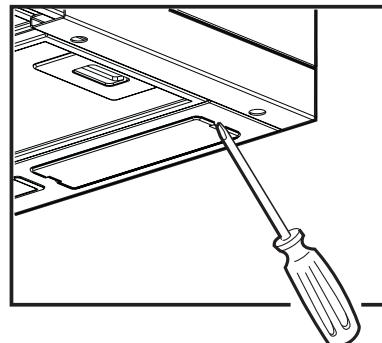

Fig. 2
3. Fest ventilatoren med to skruer på forsiden (Fig. 2 - en på hver side).
2. Vipp løs lampedekset ved hjelp av et skrujern eller lignende (**Fig. 2**).